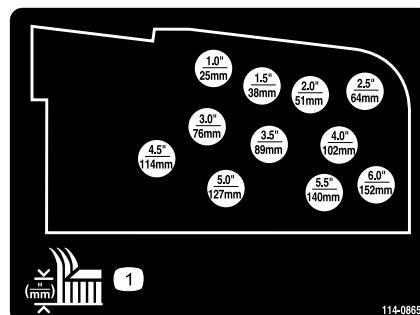

Figura 26
6. Monte las cadenas de altura de corte en el taladro de altura de corte deseado (Figura 26) con el pasador de horquilla y una chaveta.